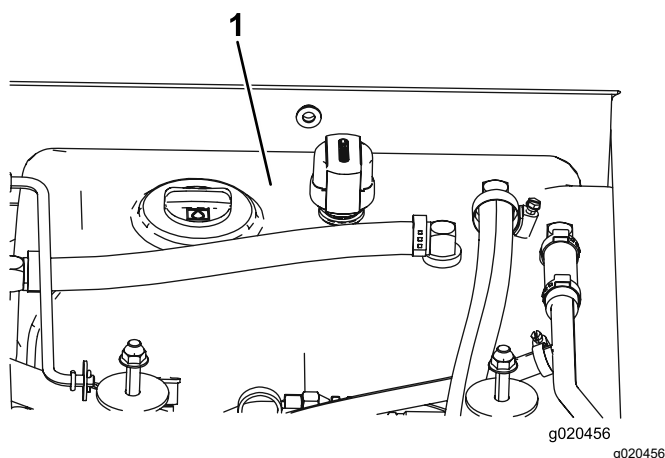

Figure 80
4. Remplissez le réservoir (Figure 80) de liquide hydraulique; voir Contrôle du niveau de liquide hydraulique (page 73).